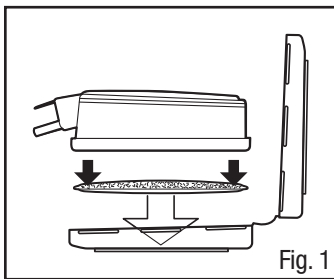

Fig. 1
1. Orienter un filtre dans la moitié la plus grande du dispositif de retenue de filtre de manière que la forme du filtre s'aligne avec la forme du dispositif de retenue de filtre. S'assurer que le côté imprimé du filtre est orienté vers le bas (Fig. 1).